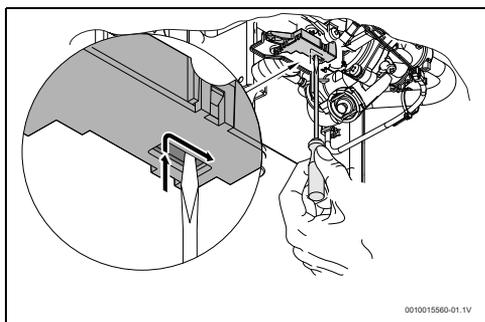

Fig. 28 Remettre le micro-interrupteur en place
- Positionner le micro-interrupteur selon la figure 28.